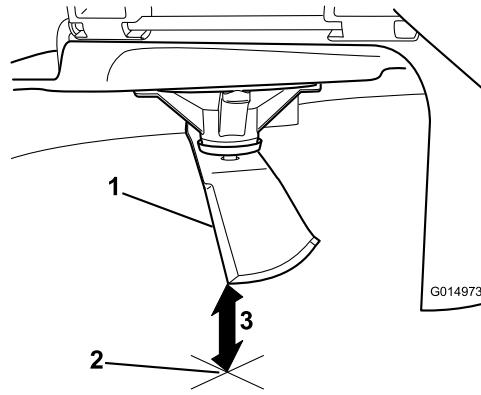

Figura 73
5. Măsurai de la vârful lamei până la suprafață plană (Figura 73).